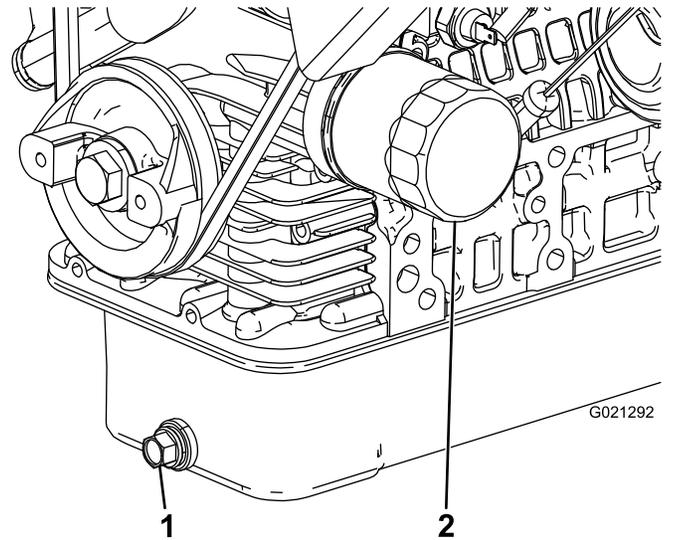

图46
2. 拆下排油塞让油流入放油盘图46。
4. 拆下机油滤清器图46。